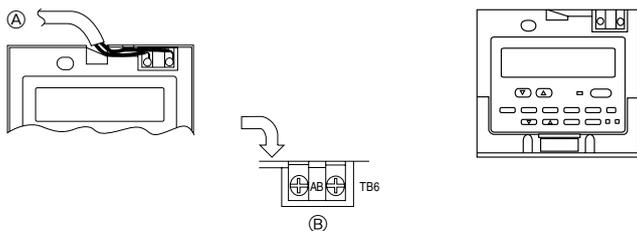

Fig. 7-8
2) Procedimientos de conexión (Fig. 7-8)
- ① Conecte el cable del control remoto en el bloque de terminales.